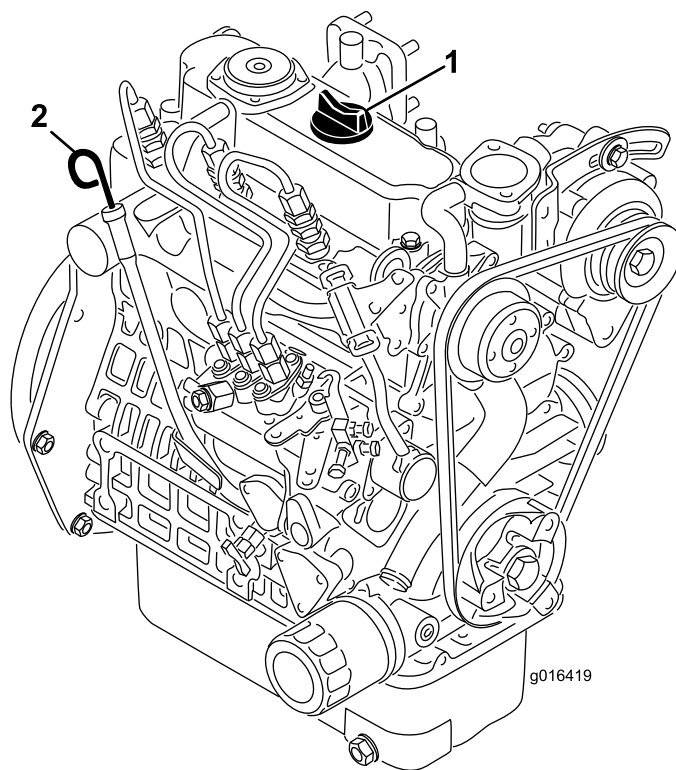

図 23
2. ディップスティックを抜き、ウェスで一度きれいに拭く(図 23)。ディップスティックを、首の根元までもう一度しっかりと差し込む。首から引き抜いて油量を点検する。油量が足りなければ、バルブ・カバーについている補給口のキャップを取り、ディップスティックの FULLマークまで **ゆっくり** と補給する。補給するときは、ディップスティックで確認しながら少量ずつ入れてください。入れすぎないこと。